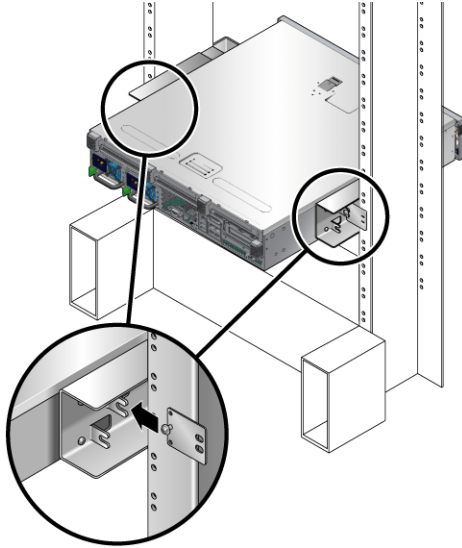

图 4-6 将后板安装到侧托架上
- b. 向内滑动后板，以使螺丝滑入到位，进入其中一个眼孔。螺丝头应朝向服务器的后部，后板的另一侧应位于机架柱的前部（图 4-6）。
- c. 拧紧螺丝以将后板固定到侧托架的眼孔上（图 4-6）。